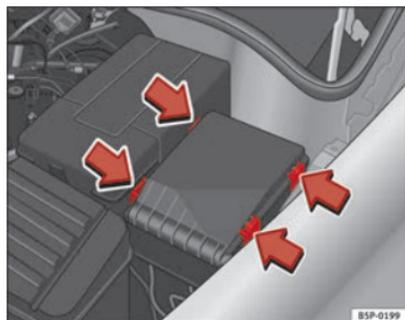

Fig. 181 Tampa da caixa de fusíveis no compartimento do motor
- Retire a tampa dos fusíveis do compartimento do motor fazendo pressão nas patilhas na direcção do centro da tampa ⇒ Fig. 181.